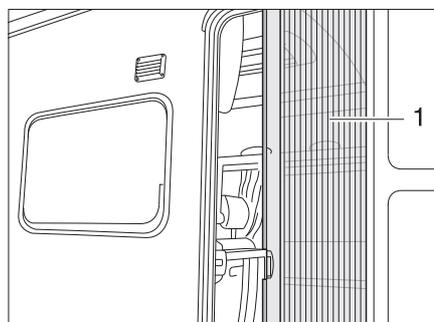

Bild 38 Insektenschutz
- Schließen: ■ Insektenschutz an der Leiste (Bild 38,1) ganz herausziehen.
- Öffnen: ■ Insektenschutz an der Leiste (Bild 38,1) in Ausgangsstellung zurückschieben.